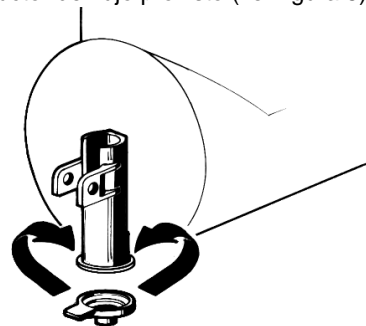

figura 5
- 10 - Reductor del flujo: cuando el distribuidor se utiliza para la refrigeración de bebidas se aconseja instalar, sobre el grifo, el reductor de flujo provisto (ver figura 5).